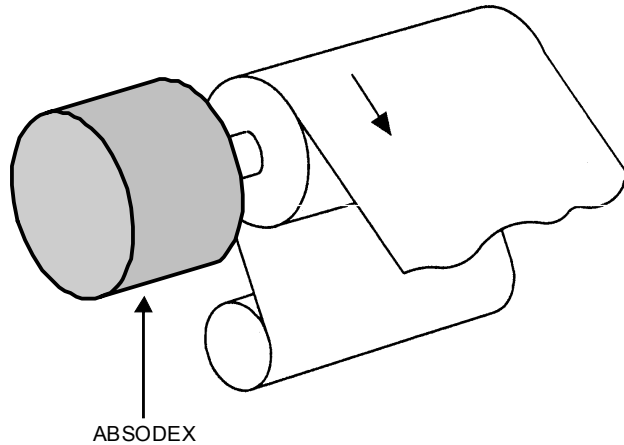

图 8.8 辊式给料机
- 在装置的结构如图 8.8 所示的情况下，假如装置和作动器的中心偏离，则可能发生报警，或使作动器受损。